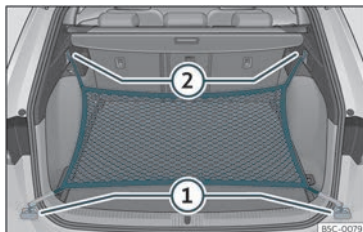

Fig. 126 No maleteiro: argolas (1) e ganchos (2) para enganchar a bolsa de rede.
- Fixe os ganchos curtos da rede nas argolas de amarre»» **fig. 126** (1) »» . A cremalleira da bolsa ten que quedar cara arriba.
- Fixe as cintas nos ganchos para colgar bolsas (2).